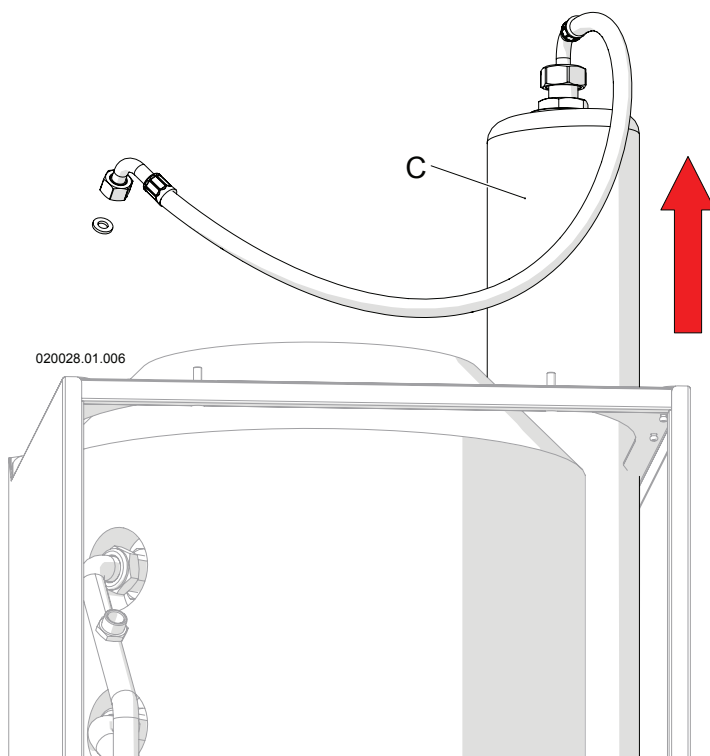

Figura 8-5 - Smontaggio del vaso di espansione
- 5.- estrarre verso l'alto il vaso di espansione "C" (vedi Figura 8-5).